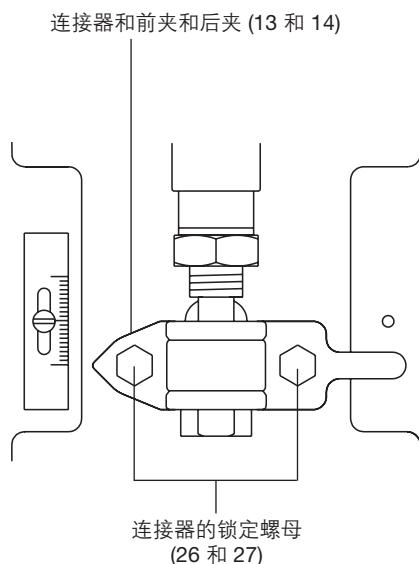

图4
- 给执行器供气，使执行器的主轴提升到一半开度（图4）。将执行器的轴穿过阀门主轴放置在阀帽上。用手拧上安装螺母。
- 释放控制信号压力，如图4所示将适配器的前夹和后夹（13和14）安装在适配器上。
- 松开并取下夹紧螺母和螺栓（图4, 26和27），取下阀门适配器（11）